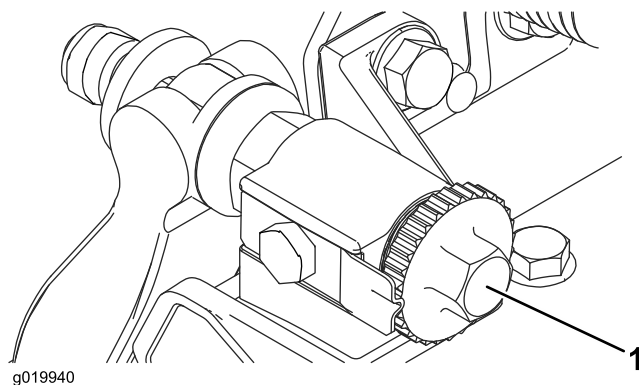

Figura 17
1. Coloque a unidade de corte numa superfície de trabalho plana e nivelada. Rode os parafusos de ajuste da barra de apoio no sentido contrário ao dos ponteiros do relógio para assegurar que a barra de apoio não entra em contacto com o cilindro (Figura 17).